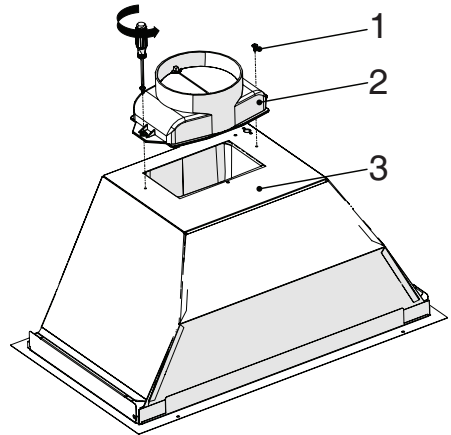

Fig. 3
- Encaixe a chaminé de plástico contida na embalagem ao corpo do aparelho utilizando 2 parafusos 3,5 X 9,5. Não fricção contra a superfície. (Fig. 3)